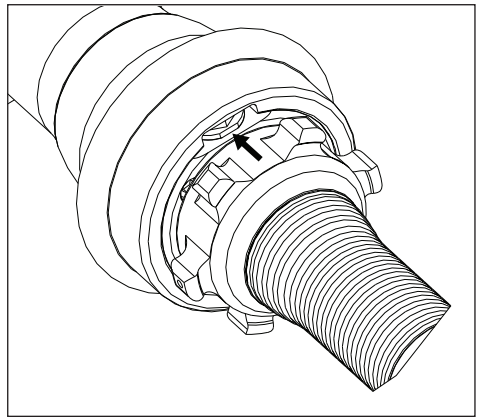

图 5, 零位
- 如要停止刀片移动,可在任意点释放旋钮。旋钮将自动返回零位。见图 5